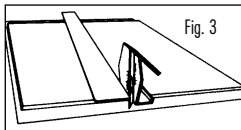

Fig. 3
- Place blade side of cutter against the straight edge and push away to cut (Fig. 3).
- Mettez le tranchant de la lame contre la règle et coupez en poussant (figure 3).
- Con la cara cortante del cutter sobre el borde recto, empuje hacia adelante para cortar (Fig. 3).
- Die Klingenseite des Schneidgeräts an das Lineal anlegen und wegschieben, um zu schneiden (Abb. 3).
- Posizionare il lato tagliente della taglierna contro il regolo e spingere in avanti per tagliare (Fig. 3).